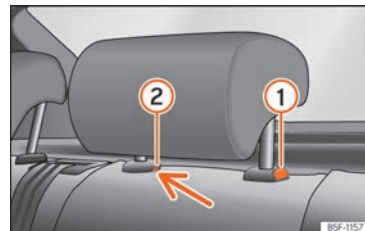

Abb. 110 Kopfstützen hinten: Ausbau.
- Drücken Sie die Taste »» Abb. 110 ① und gleichzeitig mit einem Schlitzschraubendreher (Breite max. 5 mm) in die Öffnung der Verriegelung ② und ziehen Sie die Kopfstütze heraus.